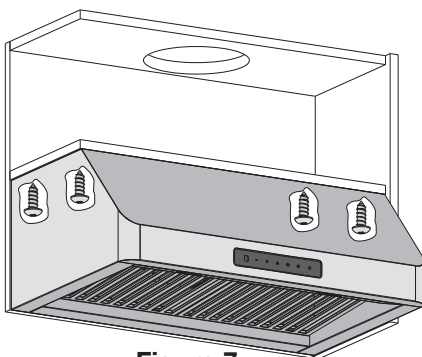

Figure 7
- Fixer la sortie à l'appareil, puis installer l'appareil sous l'armoire. Fixer l'appareil en place au moyen des quatre vis. Voir la figure 7.